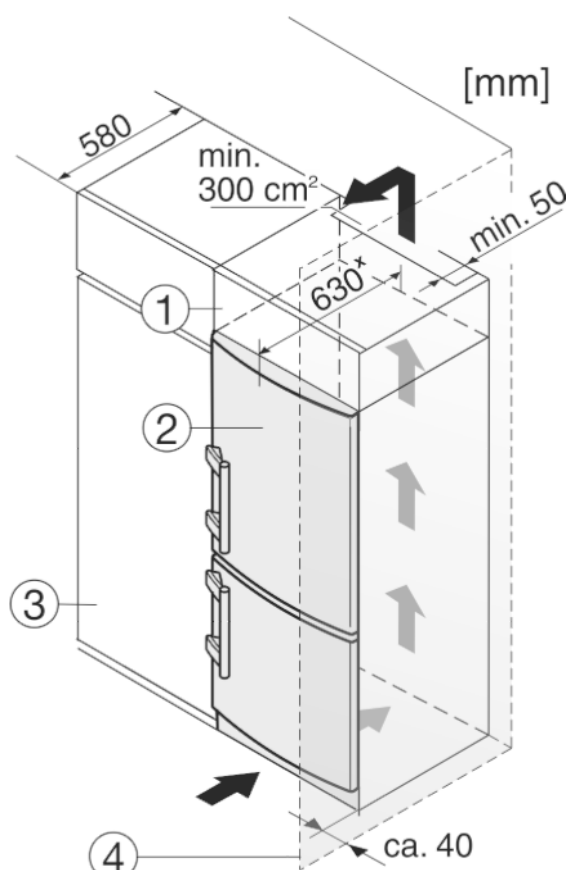

Fig. 8
Spotřebič lze zabudovat do kuchyňských skříní. K vyrovnání spotřebiče Fig. 8 (2) na výšku kuchyňské linky lze na přístroj nasadit nástavec Fig. 8 (1).
Při montáži do kuchyňských skříní (hloubka max. 580 mm) lze přístroj instalovat hned vedle kuchyňské skříně Fig. 8 (3). Přístroj přesahuje přední stěnu kuchyňské skříně na stranách o 34 mm\* a uprostřed o 50 mm\*.
Když se přístroj instaluje závěsy vedle stěny Fig. 8 (4), musí být vzdálenost přístroje od stěny alespoň 40 mm. To odpovídá přesahu madla při otevřených dveřích.